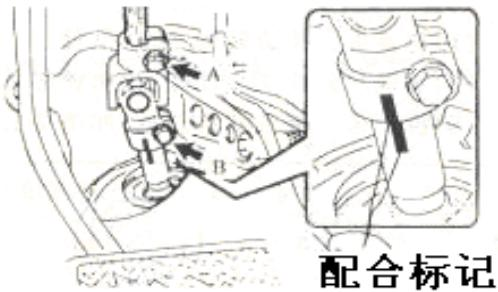

图 5.2-11
- 11) 脱开转向管柱中段，如图5.2-11所示。
- ①在滑叉和管柱下段上做配合标记。
- ②松开螺栓A和拆下螺栓B，然后脱开管柱中段。